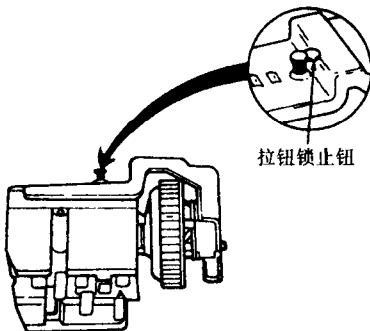

图 1-6 前照灯开关按钮和拉杆总成锁止钮
- 4) 拉出前照灯按钮到打开 (ON) 的位置，压下前照灯按钮和拉杆的锁止钮（见图 1-6），从开关上拆下按钮和拉杆总成。